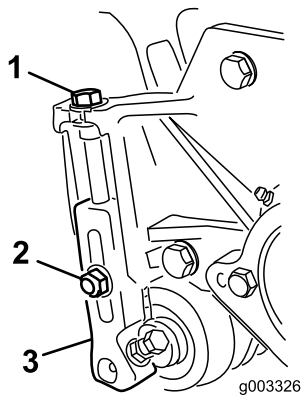

Figura 23
1. Afloje las contratuercas que fijan los brazos de altura de corte a las chapas laterales de la unidad de corte (Figura 23).